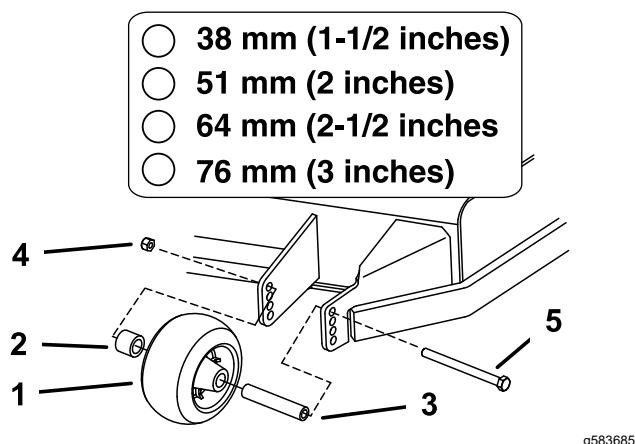

Figura 20
4. Asegúrese de que los espaciadores y los casquillos están instalados (**Figura 20**).